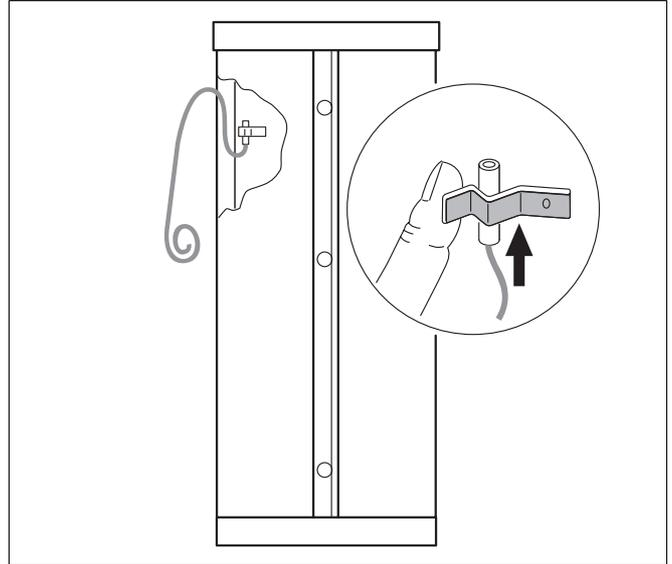

Abb. 8 Montage Fühler (Prinzipabbildung)
- Fühler in die Federhalterung so einlegen, dass die gesamte Kontaktfläche des Fühlers außen am Speichermantel glatt anliegt (Abb. 8).